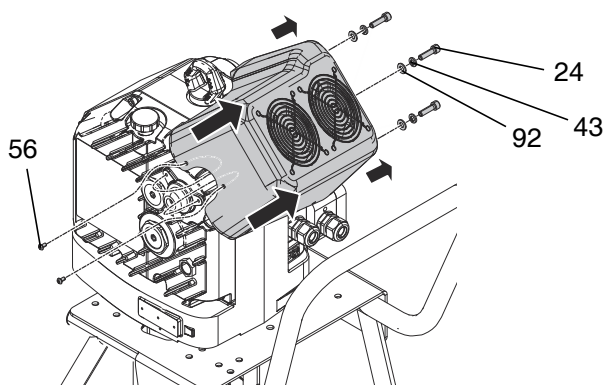

ABB. 14: Entfernen der Gebläsebaugruppe
- Die neue Gebläsebaugruppe einbauen. Um die Gebläsebaugruppe wieder anzuschließen, die Abdeckung in die Kartenschlitze an der Seite des Anschlusskastens schieben und am äußersten Rand nach unten drücken (siehe ABB. 14 auf Seite 15).